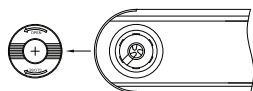

Fig.1
---Svitare il coperchio della batteria in senso antiorario (Fig.1).